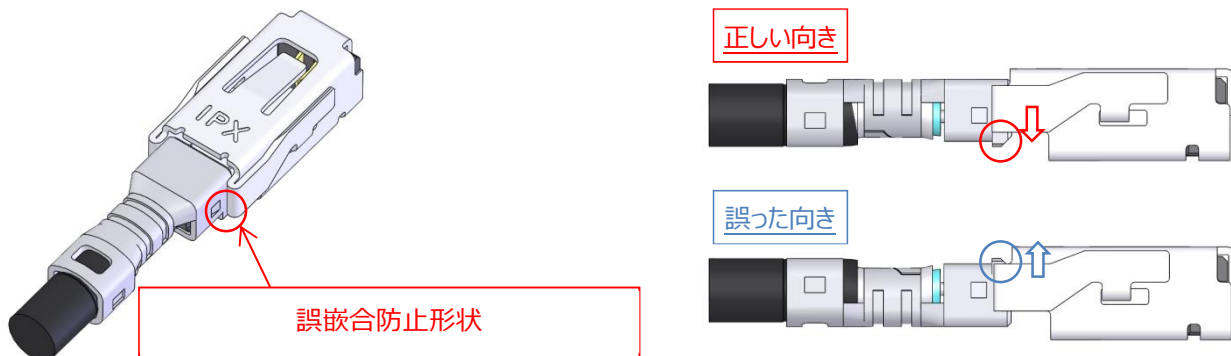

Fig. 4
- ① Fig. 4 のようにリセプタクルコネクタのガイド形状に合わせてプラグをセットします。